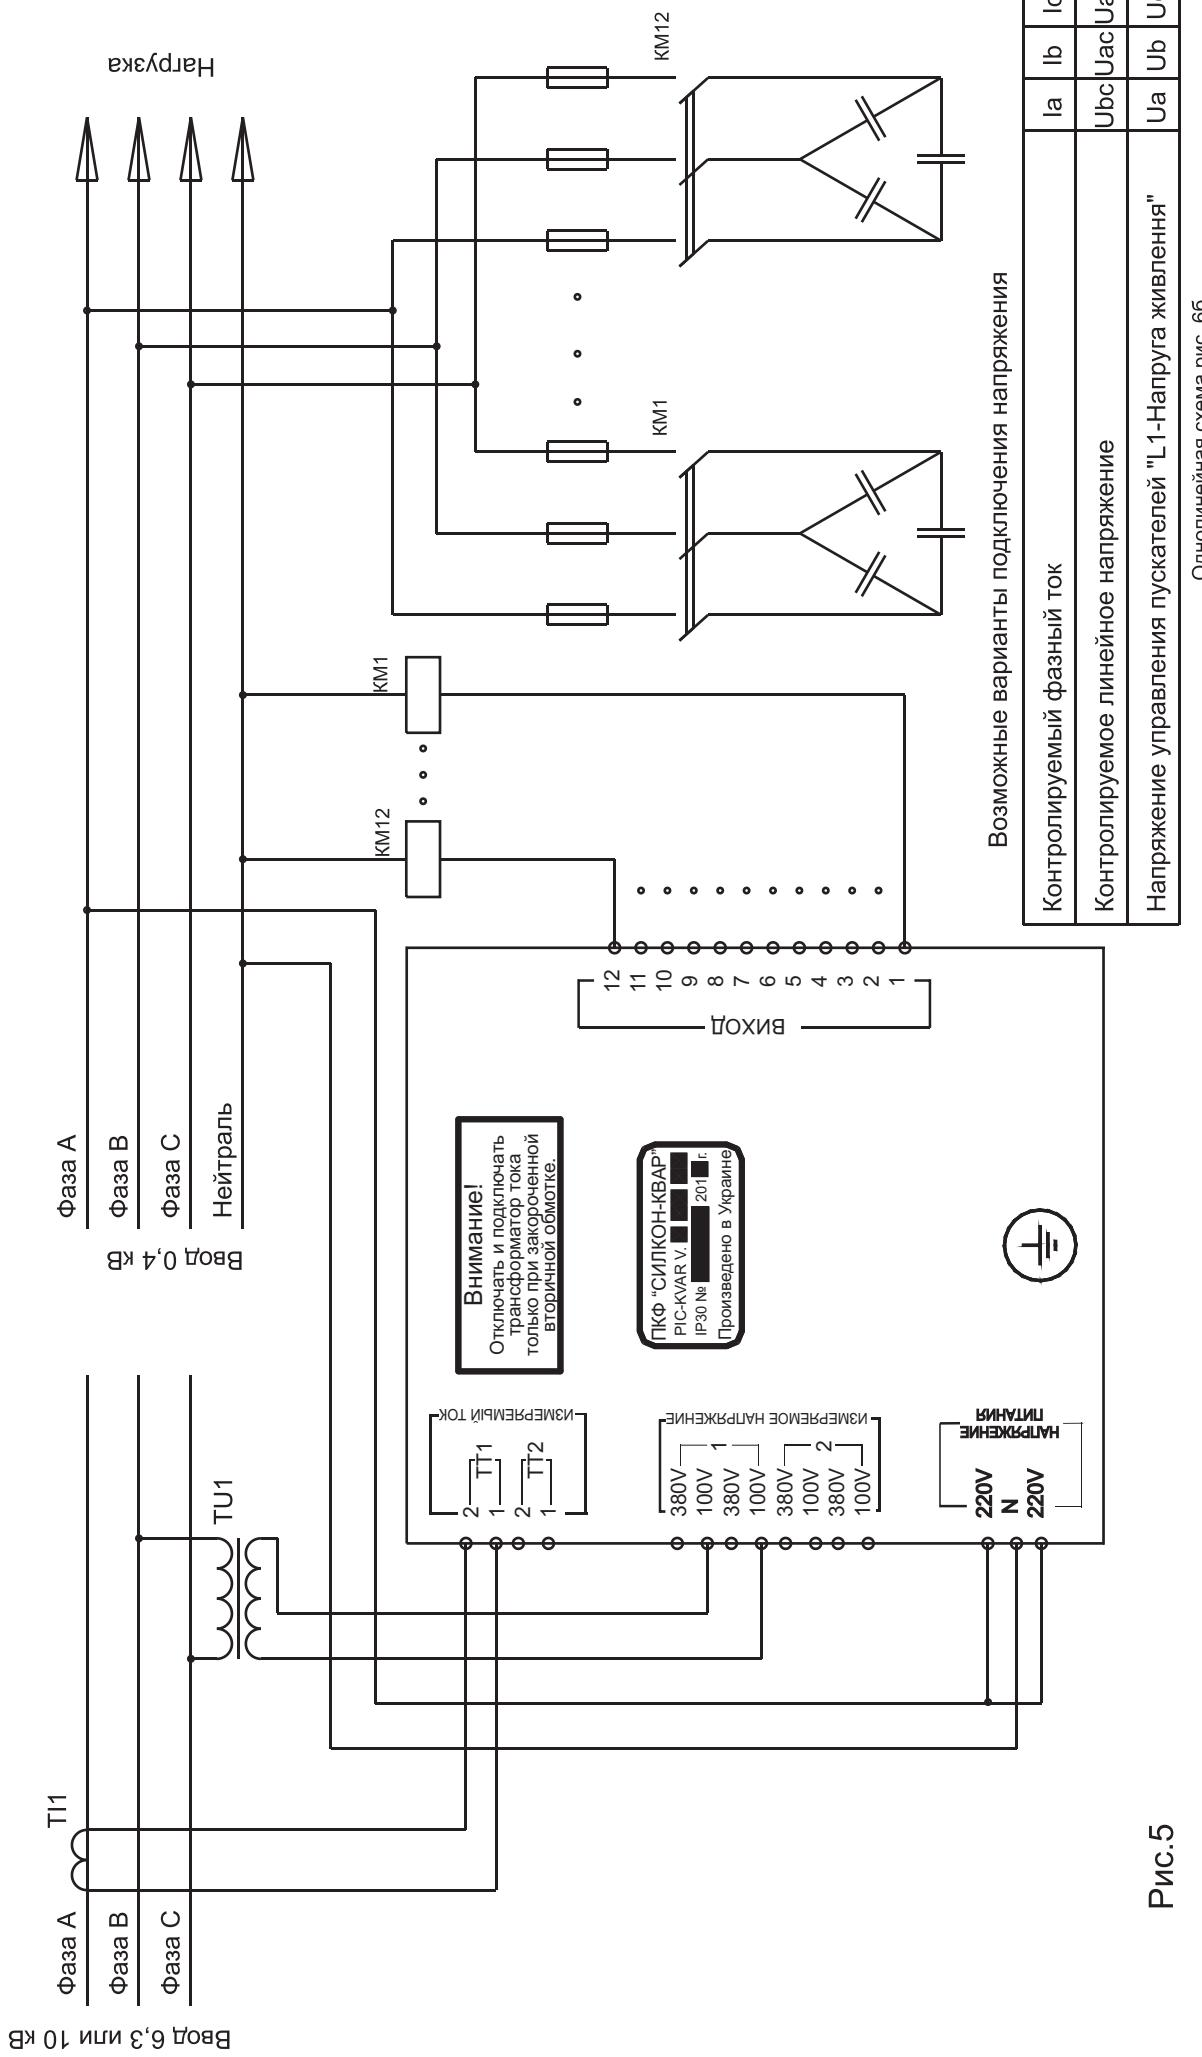

Рис.5
Используется при подключении PIC-KVAR согласно схеме рис. 5. При подключении согласно схеме рис. 4 KTU = 1.
2.7.3. Подключение PIC-KVAR рекомендуется производить в зависимости от конфигурации согласно рис.4, рис.5 в следующей последовательности:
2.7.5. Подключить измерительное напряжения к контактам соединителя «Вимірювальна напруга» согласно рис. 4, рис.5.